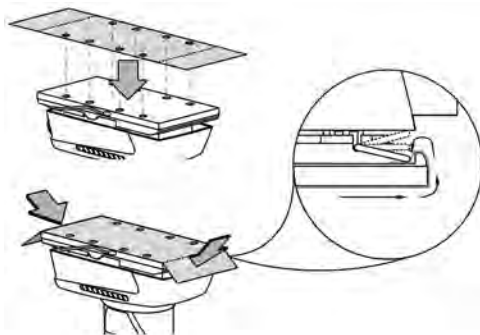

fig. 2 – dibujo demostrativo de la fijación de la lija
Seleccione la hoja de lija con el grano deseado, doble los extremos de la lija, colóquela sobre la placa (5), los extremos de la lija necesitan ser colocados bajo los clips (6), fig. 2.